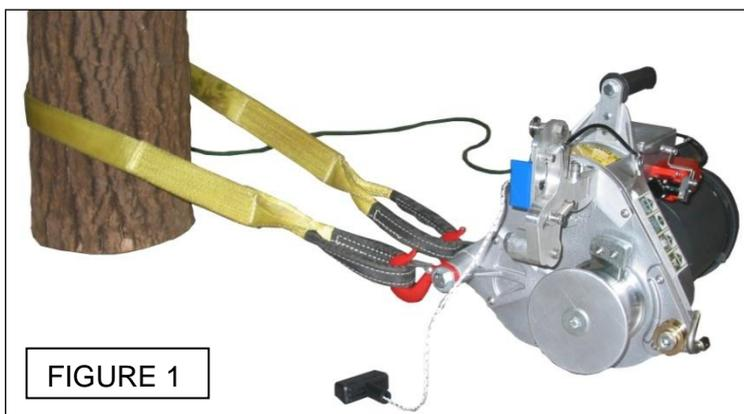

FIGURE 1
Pour les applications de tirage, nous recommandons l'installation d'un crochet à l'aide d'un nœud de bouline (figure 1 ci-contre), car il peut être défait facilement si on veut changer le crochet. De plus, il conserve environ 70% de la capacité de la corde - la plupart des nœuds réduisent la capacité de la corde de 50% et plus.
Faites le tour du point d'ancrage avec l'élingue. Insérez chaque bout de l'élingue dans chacun des deux crochets de sûreté situés à l'arrière du treuil (figure 1).
**⚠ PRECAUTION** ÉVITEZ D'INSTALLER L'ÉLINGUE SUR DES COINS COUPANTS SUSCEPTIBLES DE L'ENDOMMAGER. LORSQUE VOUS UTILISEZ UN POTEAU, UN ARBRE OU UNE SOUCHE COMME POINT D'ANCRAGE, INSTALLEZ L'ÉLINGUE PRÈS DE LA BASE (FIGURE 1).
- 1) Glissez le tube carré dans le réceptacle du véhicule et arrimez-le avec la tige et la goupille en "R" (figure 1);
- 1) Insérez l'adaptateur pour boule européenne sur la boule et arrimez-le en descendant le levier (figure 1, no. 1)
- 2) Glissez le plateau sur le tube carré de l'adaptateur et arrimez-le avec la tige et la goupille en "R" (figure 1, no 2);
- 1) Placez la plaque d'ancrage à la base de l'arbre ou du poteau. Installez la sangle dans l'ancrage de gauche (figure 1, no 1) et passez-la ensuite dans le système à rochet de droite (figure 1, no 2);